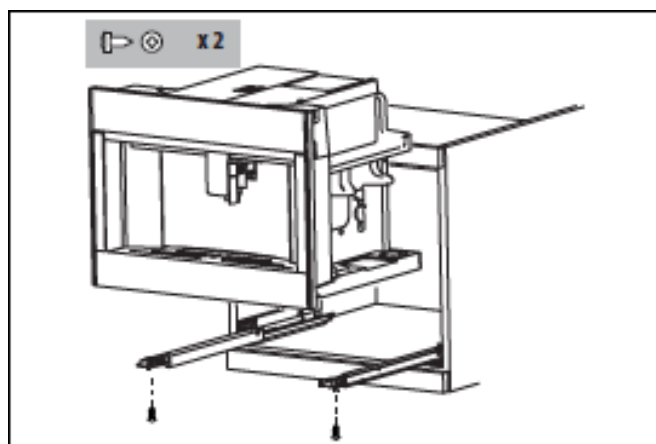

Рис. 7
- Установите прибор на направляющие (только после того, как они установлены в шкафу. Это необходимо, чтобы не ставить кофемашину на поверхность, не предназначенную для такого использования), убедившись, что штифты правильно вошли в соответствующие гнезда, затем закрепите прибор прилагаемыми винтами (рис. 7). Если требуется отрегулировать высоту прибора, используйте входящие в комплект дистанционные шайбы.